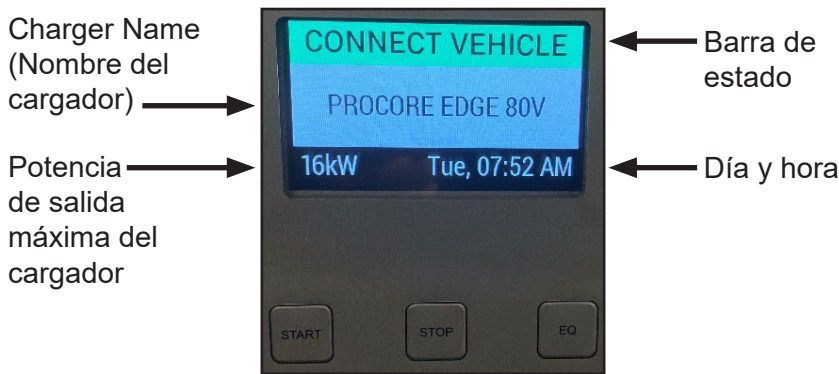

Figura 22 Pantalla del cargador
5.1.1. Conecte los cables de comunicación de la batería (el bus CAN para el BMS de la batería, el monitor de la batería y el piloto (interbloqueo) al terminal de tornillo según la tabla 1 y apriete los tornillos del terminal con un par de 0,6 Nm (5,31 pulg.-lb), (figura 22).
Barra de estado	Indica si un vehículo está conectado al cargador (figura 22) “Connect Vehicle” (Conectar vehículo) indica que no hay ningún vehículo conectado al cargador. El cargador está inactivo. NOTA Los botones no tienen función si la barra de estado muestra el mensaje “Connect Vehicle” (conectar vehículo).